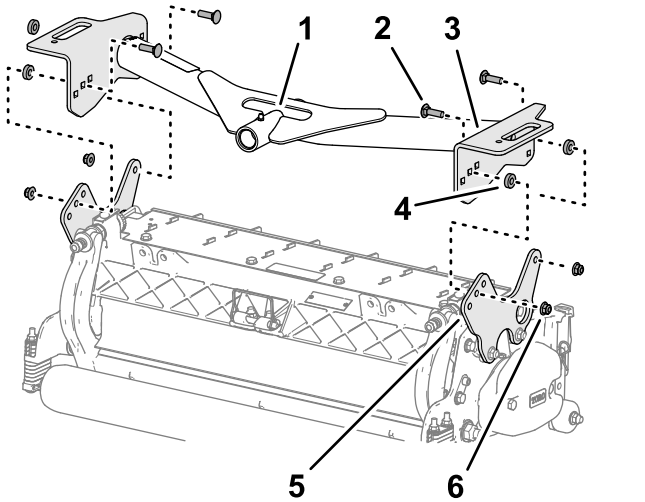

Figura 19
1. Alinee los orificios de las placas del bastidor de tiro delantero con los orificios de las placas de montaje de la unidad de corte (**Figura 19**).
2. Alinee un espaciador entre la placa del bastidor y la placa de montaje (**Figura 19**), y ensamble provisionalmente las placas y el espaciador con un perno de cuello cuadrado ($\frac{3}{8}$ " x $1\frac{1}{4}$ ") y una contratuerca con arandela prensada ($\frac{3}{8}$ ").